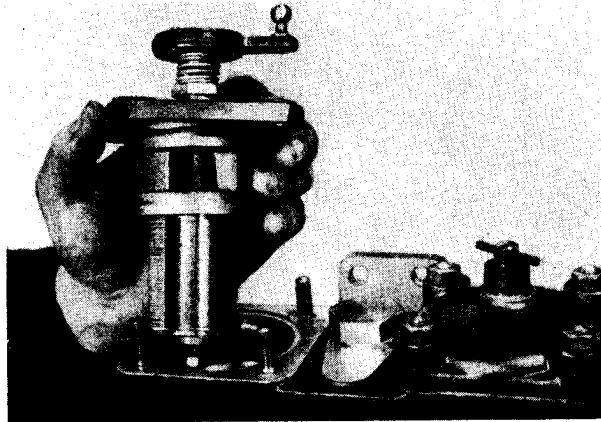

Abb. 39 Ausbauen des Spaltfiltereinsatzes
2. Alle 50 Betriebsstunden (sowie bei jedem Ölwechsel) sind die Filtereinsätze des Spaltfilters und des Siebscheibensfilters als Ganzes herauszunehmen, in Waschbenzin durchzuspülen und trocknen zu lassen. Das Filtergehäuse ist ebenfalls auszuspülen. Ein Zerlegen des Filtereinsatzes ist unnötig und verboten. (Abb. 39.)